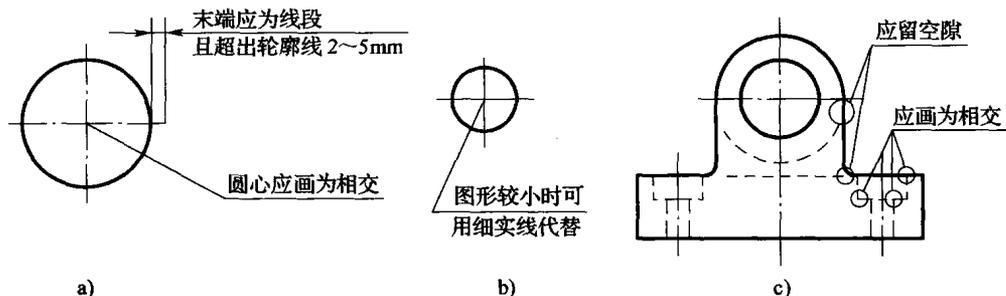

图 1—10 图线画法
(1) 所有线型的图线宽度 d 按图样的类型和尺寸大小选择。在同一图样中, 同类图线的宽度应基本一致。虚线、细点画线、粗点画线、细双点画线、双折线等的线段长度和间隔应各自大致相等。
(2) 图线的优先顺序为粗实线、虚线、点画线, 当线型不同的图线相互重叠时, 只画出排序在前的图线即可。
(3) 两条平行线之间的最小距离为 0.7 mm。
(4) 点画线和双点画线的起止两端一般为线段而不是点。如图 1—10a 所示, 习惯上, 点画线超出轮廓线 2~5 mm; 点画线与点画线或其他图线相交时, 相交处应为长画。当图形较小时, 可用细实线代替点画线, 如图 1—10b 所示。
(5) 如图 1—10c 所示, 虚线与虚线或与其他图线相交时, 应在画线处相交。当虚线在粗实线的延长线上时, 虚线与粗实线应留空隙。